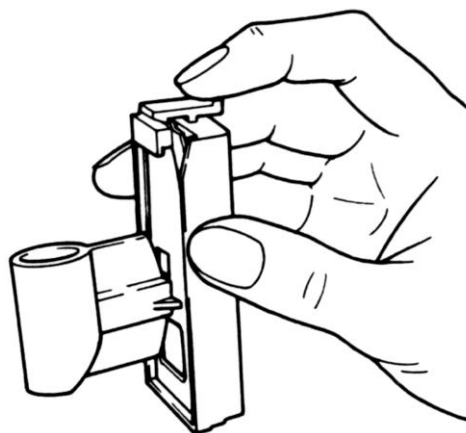

Figura 3-7
3. Premere il dispositivo di blocco del supporto della camera campioni. La camera campioni ritornerà nella sua forma di vasca e si separerà dal suo supporto. Vedere Figura 3-7.